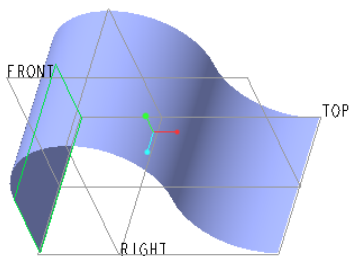

图 7-113 将曲面延伸到平面
⑥ 单击“完成”按钮，完成该延伸效果，如图 7-113 所示。